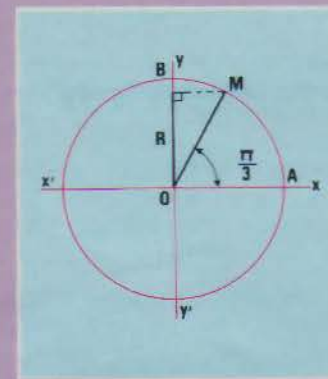

Fig. A5. - $\alpha = \frac{\pi}{3}$
• $\alpha = \pi/4$. Le triangle OMR est rectangle isocèle (fig. A5).